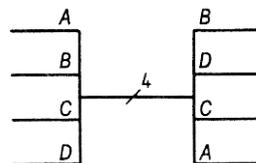

Рисунок 73 – Изображение слияния и разветвления линий связи
- при нарушении порядка следования линий должны быть нанесены соответствующие метки (рис. 73);